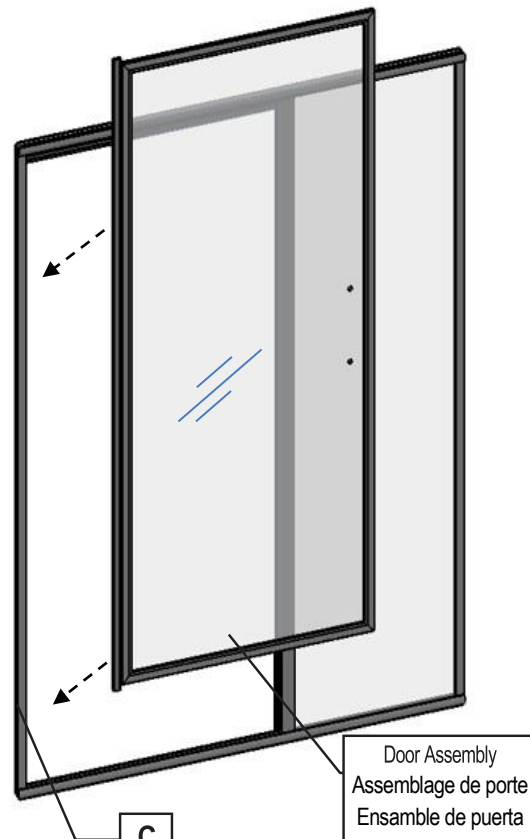

Fig 12a
1. Starting at the bottom: Insert the Door Hinge Post fully into the **Wall Jamb (C)** ensuring the **Door swings out from the shower enclosure. (Fig 12a)**
1. En commençant par le bas : Insérez complètement le montant de la charnière de la porte dans le **montant du mur (C)** en veillant à ce que la porte pivote hors de la cabine de douche. **(Fig 12a)**